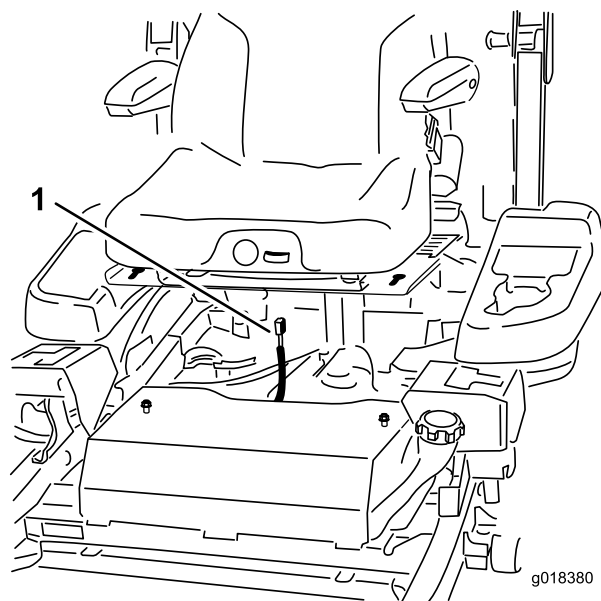

Figura 64
9. Desenchufe el conector del arnés del interruptor del asiento, situado debajo del asiento (Figura 64).